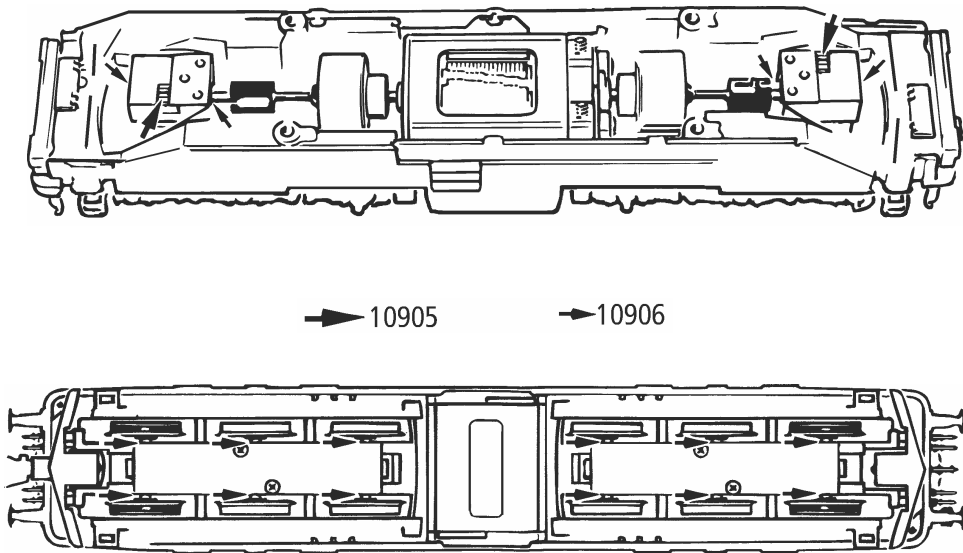

Fig. 11
Ausführung für Wechselstrom: siehe Fig. 11
Version en courant alternatif: voir fig. 11
A. C. operation: see fig. 11